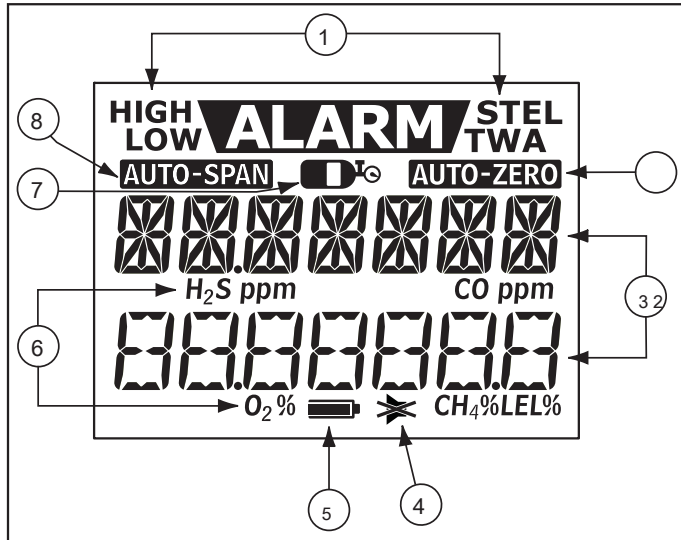

Figura 2. Elementos de visualización
- Figura 2, y Tabla 4, describe elementos de visualización del detector.